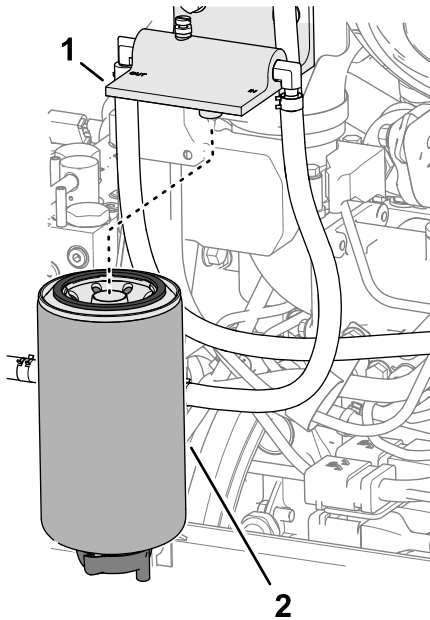

Figura 82
2. Limpie el filtro del separador de combustible/agua y la cabeza del filtro (Figura 82).